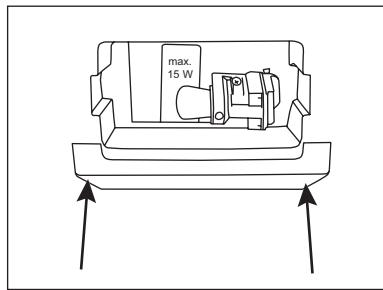

fig. 9
2. Démonter l'écran d'éclairage (fig. 9). Presser l'écran d'éclairage pour le faire sortir des deux attaches.